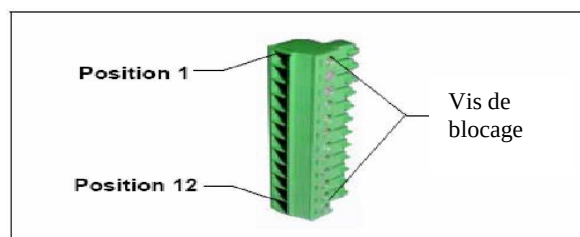

Figure 2.44. Connecteur 12 positions.
1. Repérer la paire de câbles tressée (référence 043598) et le connecteur 12 broches (référence 923686) (voir figure 2.44). Les câbles et le connecteur sont fournis avec la carte Entrées/Sorties optionnelle.